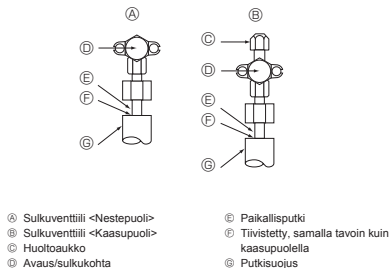

Fig. 5-4
5.4. Kylmäaineputken ilmatiivyyden testausmenetelmä (Fig. 5-4)
- Jos paine laskee vaiheissa (2) tai (3), putkissa on kaasuvuoto. Selvitä kaasuvuodon syy.